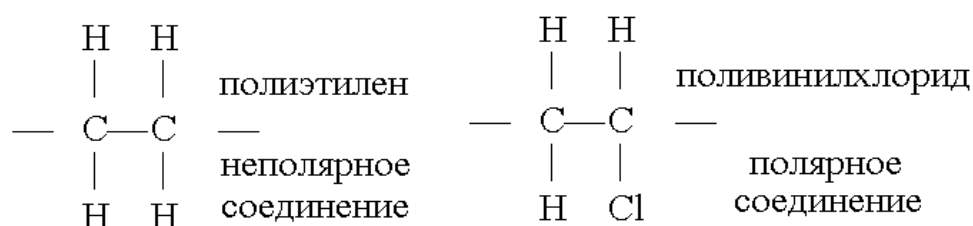

Рис. 3. Примеры молекул полярного и неполярного соединений
**По механизмам поляризации молекул** полимеры делятся на полярные и неполярные (рис. 3).